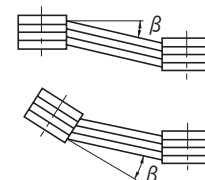

図 E13
- 両プーリ間の平行度、偏心度は $\beta = 20'$ 以内としてください。(図 E13 参照)